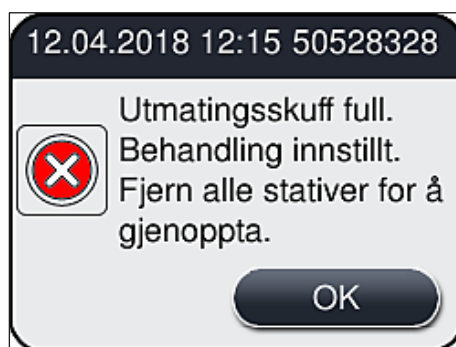

Fig. 76
- Utmatingsskuffen må åpnes, og alle stativene som er til stede må fjernes senest når meldingen som angir at utmatingsskuffen er fullstendig opptatt, mottas (→ Fig. 76). Hvis du ikke følger meldingen, kan dette føre til apparatfeil og prøvesvekkelse.